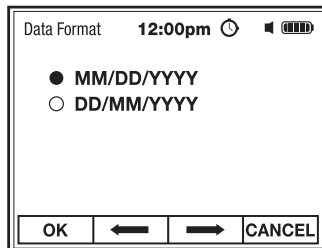

Fig. 26
2. Utilice los botones **F2** ⇐ y **F3** ⇒ para seleccionar el Mes/Día/Año o Día/Mes/Año (Fig. 26).
3. Pulse el botón **F1 OK** para guardar la configuración y volver al Menú de Fecha/Hora (Fig. 26).